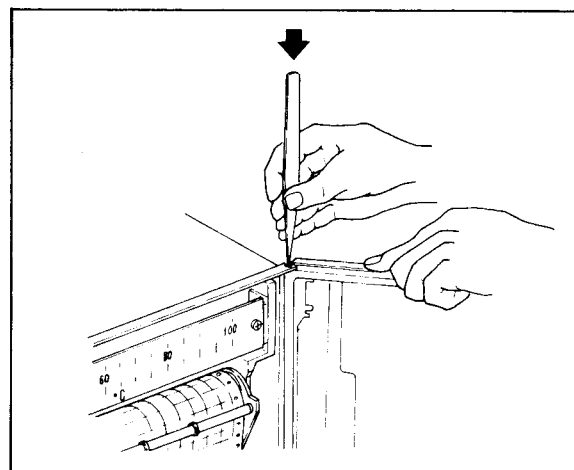

図15-3 扉のはずし方
(1) 扉を開いて、ピンセットの先で上側支店のピンを押して扉を引くとはずれます(図15-3)。